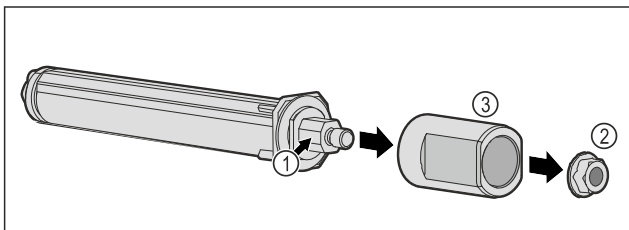

Fig. 53
- Türschließsystem Fig. 53 (1) nicht zerlegen.
- Mutter Fig. 53 (2) entfernen.
- Hülse Fig. 53 (3) abnehmen.